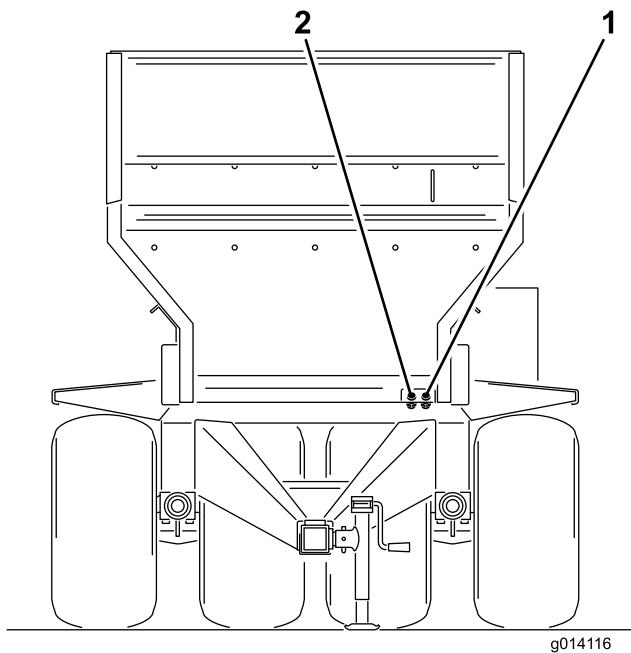

Figure 17
6. Raccordez les deux flexibles hydrauliques de la machine au véhicule tracteur. Placez vous devant la machine et raccordez le flexible droit au côté pression et le flexible gauche au côté retour (Figure 17). Le flexible de retour est muni d'un clapet antiretour unidirectionnel en ligne. La flèche sur le clapet antiretour doit être orientée vers raccord de retour du véhicule tracteur.